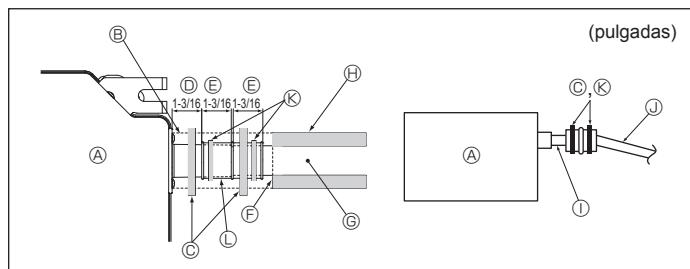

Fig. 6-2
- ⑨ TUBO DE PVC CON DIÁM. EXT. Ø32 mm (1-1/4 pulgadas)
- ⑩ Hágalo lo más ancho posible
- ⑪ Unidad interior
- ⑫ Haga una medida ancha para la tubería con el objetivo de agrupar las tuberías.
- ⑬ Pendiente de descenso (1/100 o más)
- ⑭ TUBO DE PVC CON DIÁM. EXT. Ø38 mm (1-1/2 pulgadas) para agrupación de tuberías. (Aislamiento de 9 mm (11/32 pulgada) o más)
- ⑮ Hasta 850 mm (33 pulgadas)
1. Conecte el tubo de desagüe (suministrado con la unidad) al orificio de desagüe. (Fig. 6-2)